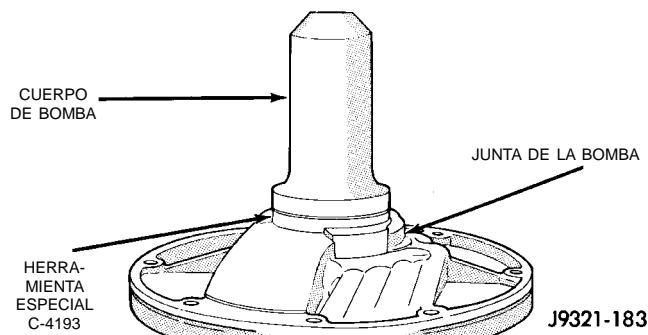

Fig. 162 Instalación de la junta de aceite de la bomba
(12) Instale una junta de aceite nueva en la bomba con la Herramienta especial C-4193 y el Mango C-4171 (Fig. 162). Asegúrese de que el reborde de la junta mire hacia adentro.
(13) Instale un aro retén nuevo alrededor del cuerpo de bomba. Asegúrese de que el aro esté correctamente asentado en la acanaladura.
(14) Lubrique el reborde de la junta de aceite y el anillo "O" de la bomba con líquido para transmisiones.